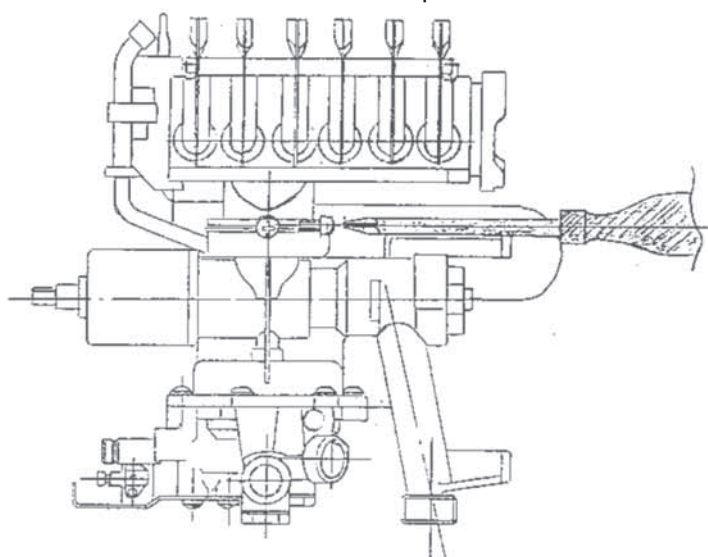

рис.13
8. Снимите основную горелку (рис. 13).